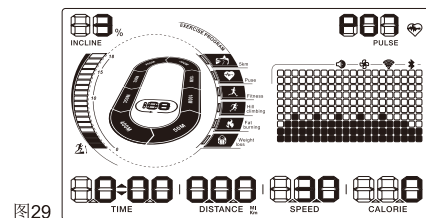

图29
2. 连续按下面板上Training Prog键 ，直至屏幕上出现P07字样。（图29所示）